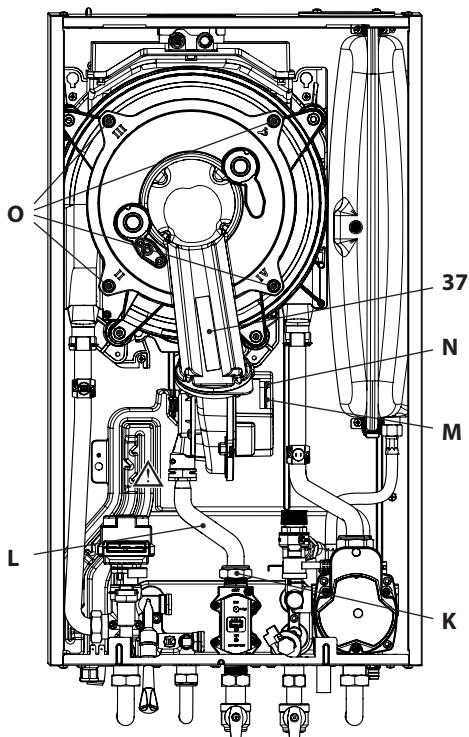

Рисунок 9.12
Чтобы удалить узел горелки вентилятора 37, см. Рисунок 9.12.
- Отсоедините соединитель **М**, натягивая его вниз (Рисунок 9.12).
- Отсоедините соединитель вентилятора **Н**, натягивая его вниз (Рисунок 9.12).
- Отвинтите гайки **О** и извлеките узел горелки вентилятора 37 (Рисунок 9.12)